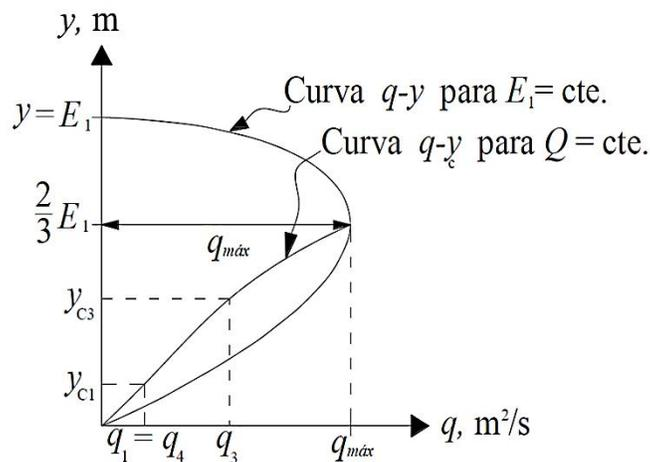

Figura 3. Curvas tirante – gasto unitario y  $y_c$  -gasto unitario
4. Calcular y dibujar la curva de gasto unitario, que corresponde a la energía específica constante de la sección 1; así como la curva tirante crítico y gasto unitario, como se muestra en la figura 3.